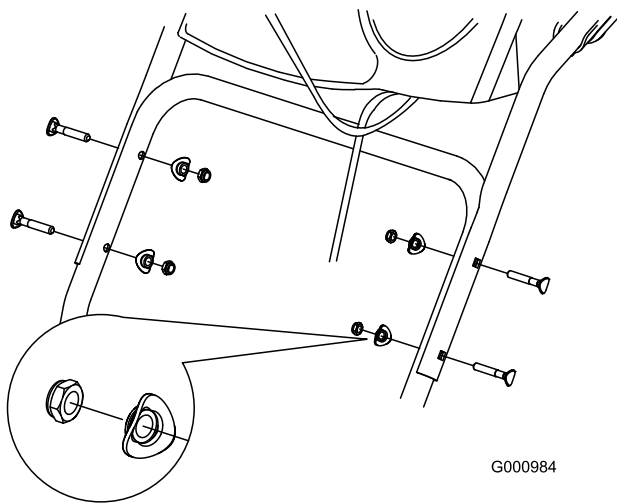

Figura 5
2. Fissate la stegola superiore con 4 bulloni della stegola, 4 rondelle curve e 4 dadi di bloccaggio dal sacchetto delle parti sciolte (**Figura 5**).